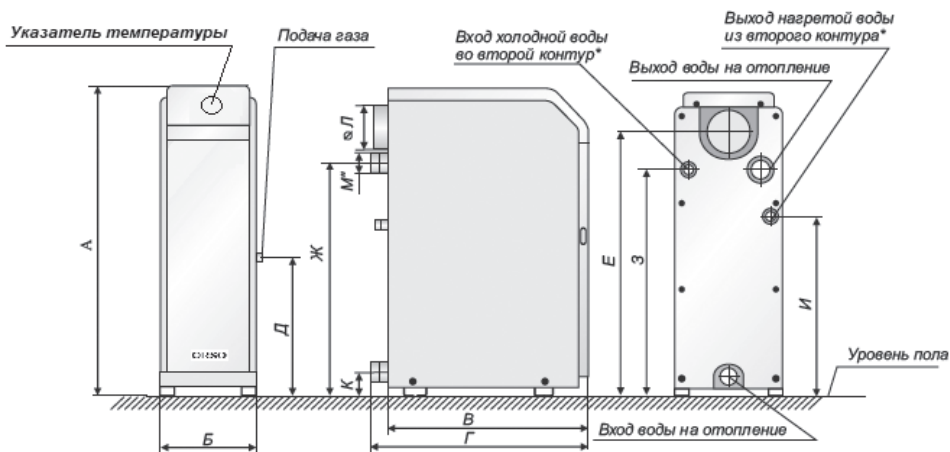
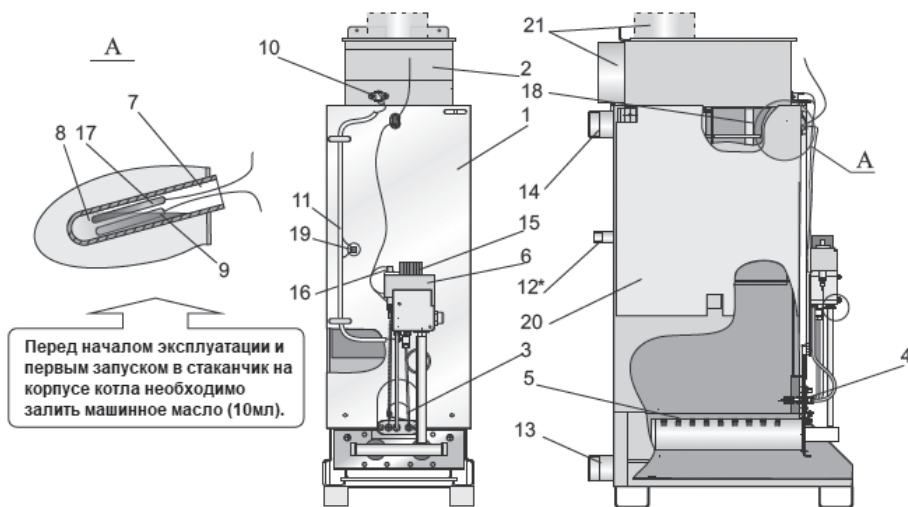
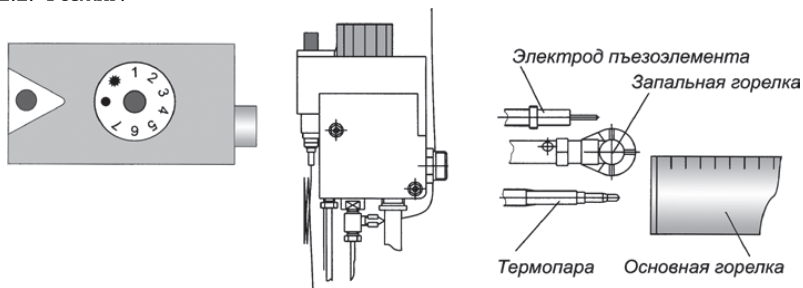

Рис. 1. Общий вид котла «АТАКА»
Рис. 2. Схема конструкции котла «АТАКА»
Рис. 7.
5.1. Котёл (рис.1) выполнен в виде напольного шкафа прямоугольной формы, лицевая сторона которого закрыта дверкой, обеспечивающей доступ для запуска котла и управления его работой.
Котёл состоит из следующих основных частей: корпуса котла (поз.1 рис.2), который состоит из топки и теплообменника. В теплообменнике котла установлены турбулизаторы (поз. 18) для наиболее полного отбора тепла при сжигании природного газа и передачи его теплоносителю; газохода (поз. 2); горелок: основной (поз.5) и запальной (поз.4); автоматики безопасности с газовым клапаном (поз.6); патрубков подвода (поз.13) и отвода теплоносителя (поз.14). В котлах с встроенным водонагревателем предусмотрены присоединительные патрубки (поз.12). На лицевой части корпуса котла расположено смотровое окно (поз.3) для контроля за розжигом и работой котла. В стаканчик (поз.7) установлен баллон указателя температуры (поз.17) и термобаллон (поз.9) газового клапана, служащий для управления его работой. Термостат (датчик тяги) (поз.10) служит для обеспечения его безопасной работы. Для наиболее полного отбора тепла снаружи корпус котла покрыт теплоизоляцией и декоративным стальным кожухом, покрытым порошковой эмалью. В верхней части кожуха котла установлен указатель температуры для контроля температуры воды в котле, (рис. 1).
- 6.8. При установке котла в систему отопления с открытым расширительным сосудом установка датчика перегрева (п.19, рис.2) не требуется, при условии, что отказ термостата управления не вызывает опасную ситуацию для пользователя или повреждение котла (ГОСТ Р 51733-2001).
Перед началом работы автоматики и запуском котла необходимо проверить наличие машинного масла в стакане корпуса котла(поз.7 рис.2)!!!
Изначальное положение круглой рукоятки управления рис.7 в позиции «выключено» ()
Рис. 7 а.
Поверните рукоятку управления против часовой стрелки в позицию розжига () рис.7а. Нажмите рукоятку управления до упора и не отпуская её, нажмите кнопку пьезо-розжига (на запальной горелке должен появиться факел пламени). Не отпускайте рукоятку управления в течение 20-30 с. Отпустите рукоятку управления и проверьте наличие пламени на запальной горелке. Если нет пламени, повторите данную операцию, увеличивая время удерживая нажатой рукоятки управления.
Рис. 7 б.
Для включения основной газовой горелки плавно поверните рукоятку управления против часовой стрелки до положения 1...7 (рис.7 б). Максимальная температура теплоносителя соответствует цифре 7 на рукоятке управления. Температуру контролируйте по указателю температуры (рис.1), регулировку температуры теплоносителя (воды) осуществляет термостат газового клапана через термобаллон поз.9, рис.2, вставленный в стаканчик корпуса котла поз.7, рис.2.